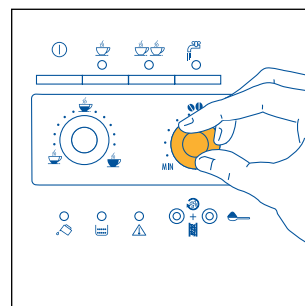
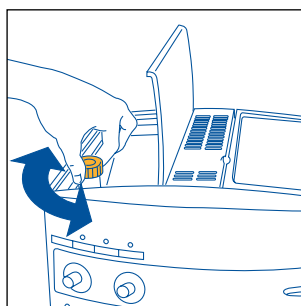

Fig.7
Fig. 17
- 2) 2) Reguler bryteren til høyre (fig. 7) for å stille inn ønsket smak på kaffen. Jo mer du vrir med urviserne, desto flere kaffebønner vil maskinen kverne og desto sterkere blir kaffen. Ved første gangs bruk må du prøve deg fram ved å lage flere kopper kaffe for å finne ut riktig innstilling av bryteren. Pass på ikke å vri for mye med urviserne, siden dette kan føre til at utslippet av kaffen blir for sent (dråper), spesielt hvis man ønsker å lage to kopper kaffe.
MERKNAD 1: Hvis kaffen renner ut i dråper eller ikke renner helt ut, må du vri knotten for regulering av kverningen (fig. 17) et hakk med urviseren (se avsnitt 6). Vri knotten ett hakk om gangen til kaffen strømmer riktig ut
MERKNAD 2: Hvis kaffen renner altfor fort ut og du ikke er fornøyd med skummet på kaffen, vri bryteren litt mot høyre (fig. 7) med urviseren. Gjør flere forsøk og lag mer enn én kaffe for å finne knottens ideelle posisjon. Pass på at bryteren ikke vrir for mye med urviseren, idet det er fare for at vannet renner altfor sakte ut av maskinen (i dråper), spesielt hvis du ønsker to kopper kaffe. Hvis du etter noen kopper kaffe ennå ikke har oppnådd tilfredsstillende kaffekrem, vri også bryteren for innstilling av kverning (fig. 17) et hakk mot urviserne (se avsnitt 6).
For å løse dette problemet må du stille inn kverningsgraden på kaffekvernen ved å vri bryteren for kaffekverning (fig. 17) et hakk mot urviserne (som beskrevet i avsnitt 6).
Kaffekvernen trenger ikke å justeres, fordi den allerede er forhåndsinnstilt på fabrikken slik at utslippet av kaffen blir riktig. - Men hvis kaffen renner for fort eller for sent ut (dråper) etter at du har laget de første kaffekoppene, kan du stille inn kverningsgraden med bryteren (fig. 17).